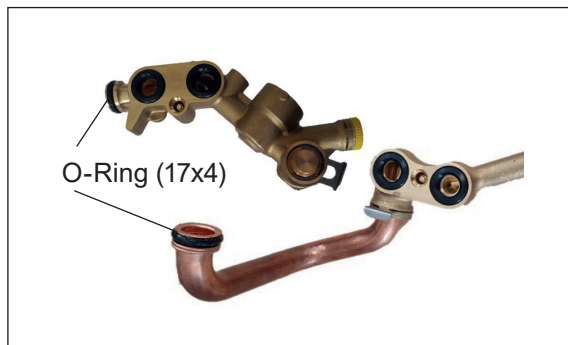

Bild 2
- 1 x O-Ring (17x4) auf Rücklaufblock montieren und mit beiliegendem Fett einfetten (Bild 2)